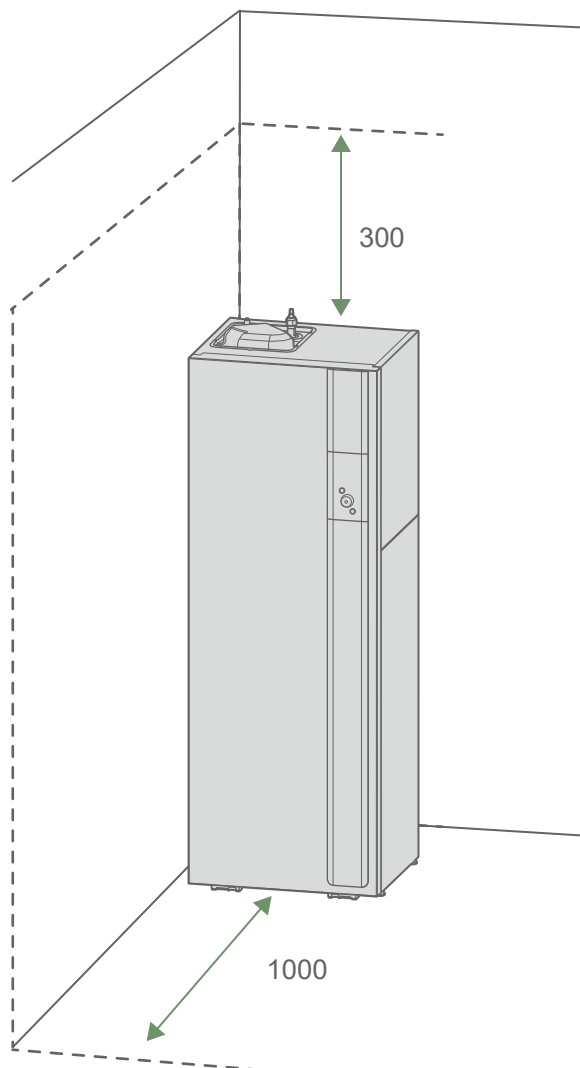

fig. 18 - Minimale vrije ruimte rond de binnenunit voor onderhoud
- Tijdens de werking kan er water uit de buitenunit lopen. Installeer het toestel niet op een terras, maar geef de voorkeur aan een afgevoerd gebied (grindbed of zand). Als de Installatieruimte wordt uitgevoerd in een gebied waar de temperatuur lange tijd onder 0°C kan liggen, controleer dan of de aanwezigheid van ijs geen gevaar oplevert. Het is ook mogelijk om een afvoerleiding aan te sluiten op de condensafvoer (optie) („Afb. 18 bladzijde 17).
- Om onderhoudswerkzaamheden te vergemakkelijken en toegang tot de verschillende onderdelen mogelijk te maken, is het raadzaam om voldoende ruimte rondom de binnenunit () te bieden fig. 18.